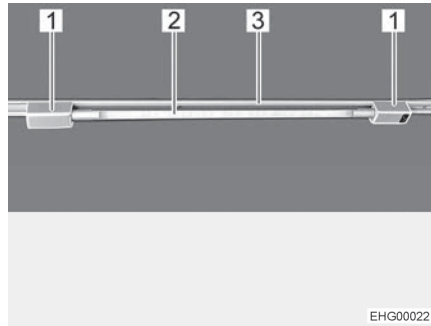

Fig. 36 Lampada tubolare
- Inserire i due supporti (Fig. 36,1) nella rotaia (Fig. 36,3). A tale scopo, ruotare i supporti di 90°.
- Infilare il corpo lampada (Fig. 36,2) in uno dei supporti.
- Ruotare il corpo lampada (Fig. 36,2), finché non si raggiunge l'effetto luminoso desiderato.